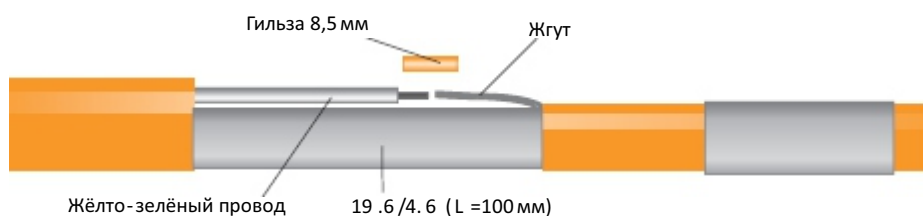

Рисунок 7
3.10. На место соединения надвинуть термоусадочную трубку 19.6/4.6 длиной 100 мм, при этом жгут из экранирующей оплётки и жёлто-зелёный провод вывести из торцов (Рисунок 7). Усадить трубку 19.6/4.6 длиной 100 мм (температура гарантированной усадки от 120°C до 170°C). Жёлто-зелёный провод соединить со жгутом, при помощи гильзы длиной 8,5 мм и обжать.